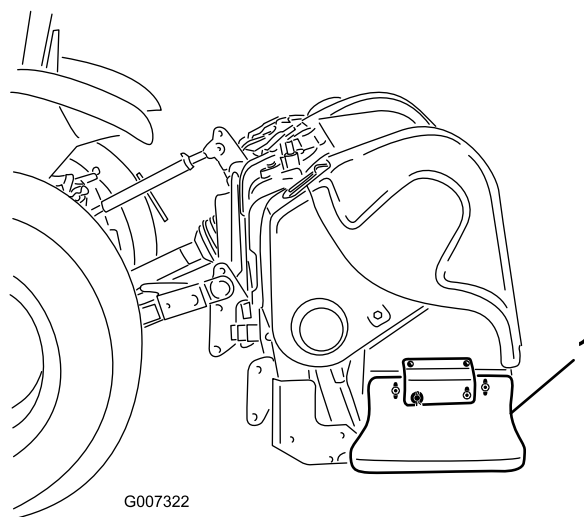

Figura 40
1. Allentate i bulloni e i dadi di fissaggio del deflettore laterale al telaio (Figura 40).